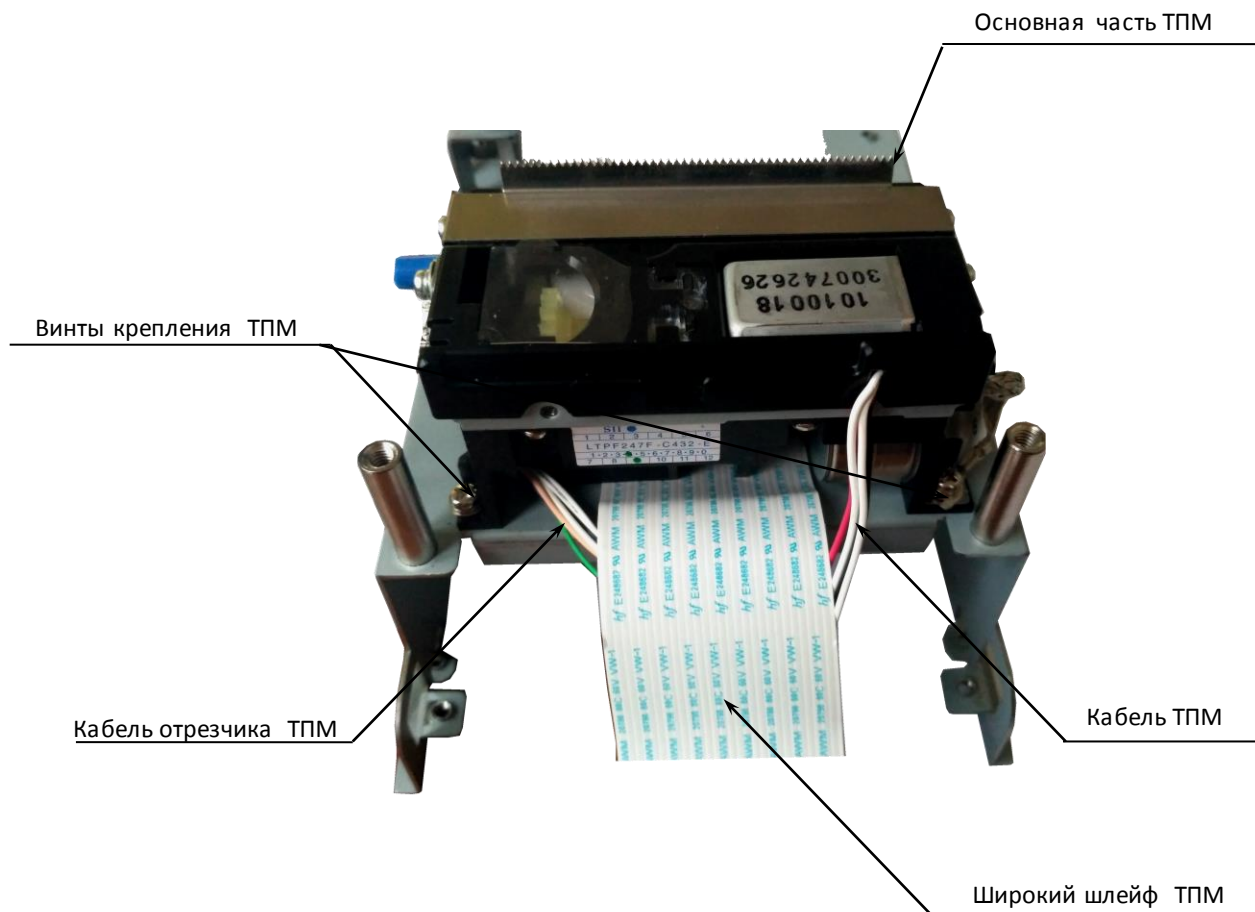

Рисунок 11. Основная часть ТПМ ,установленная на металлической основе корпуса ККТ
17. Отделить основную часть ТПМ от металлической основы корпуса (о креплении ТПМ к основе смотрите в разделе «Устройство печати кассовых чеков» рисунок 11). При этом учитывать расположение двух кабелей заземления (смотрите рисунки 12 и 13).